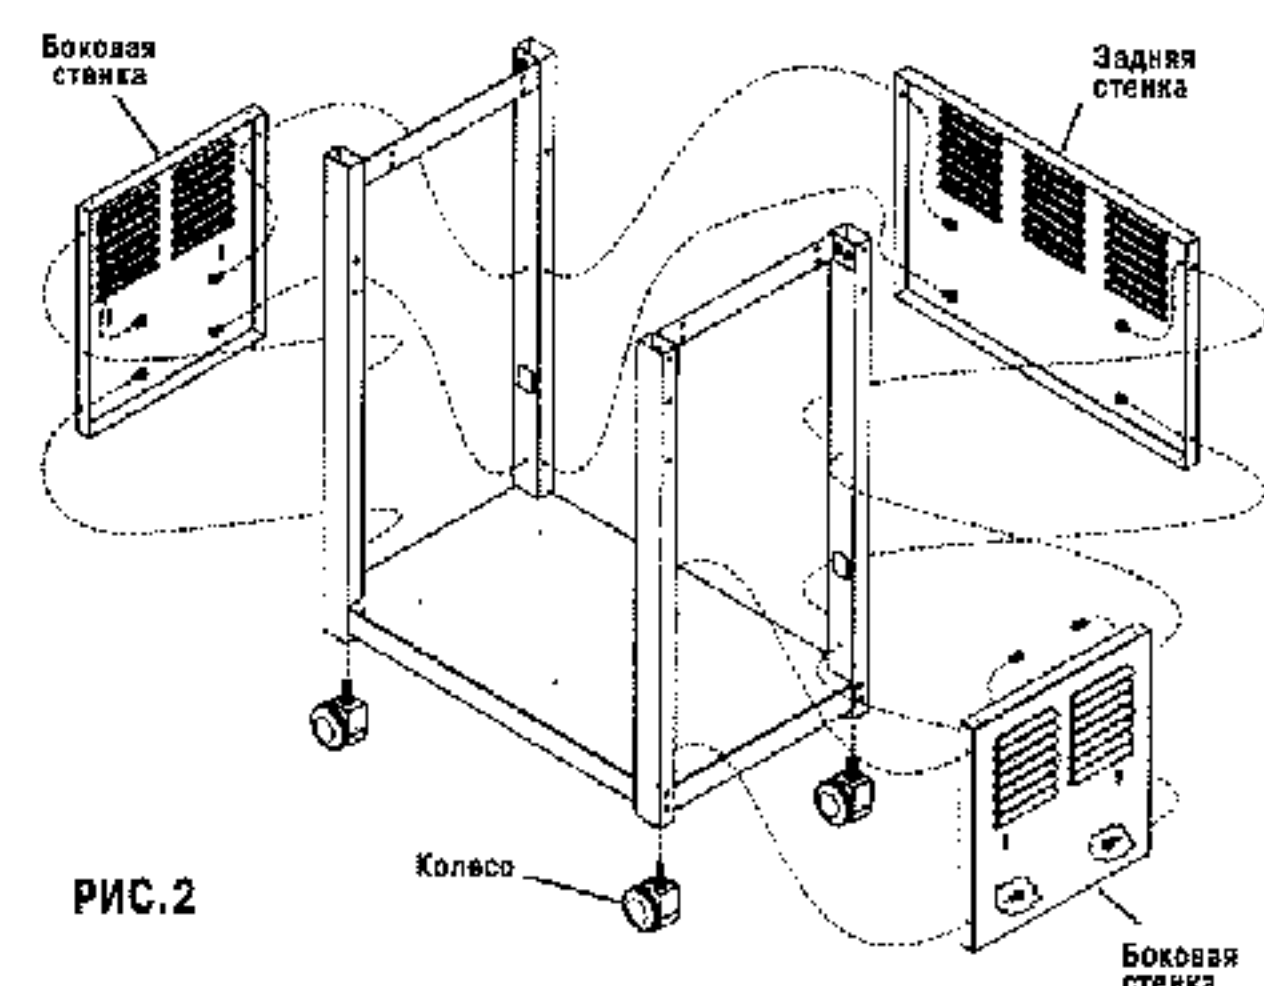

РИС. 2
4. Установите резьбовые стержни колёс в соответствующие гнезда, расположенные в нижней части каждой из ножек и закрутите их по часовой стрелке до упора. После этого затяните резьбовые соединения ещё крепче при помощи гаечного ключа, входящего в комплект поставки (см. рис. 2).
5. Установите две боковые и одну заднюю стенки на тележку при помощи четырех винтов 3/16x3/8" с крестообразным шлицем на каждую стенку. Винты, предназначенные для крепления задней стенки, не закручивайте до конца (см. рис. 2).